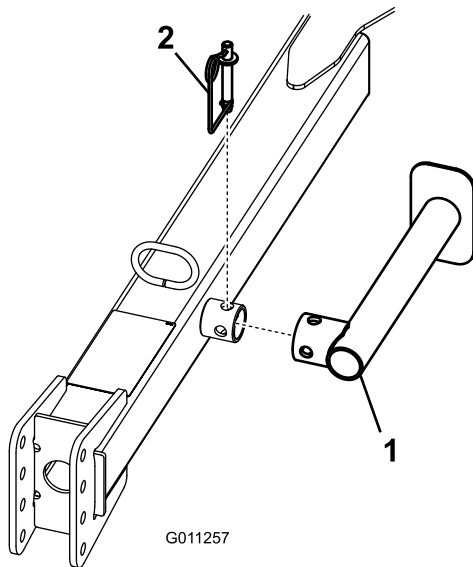

Bild 9
- Entfernen Sie den Federstift, drehen den Wagenheber nach unten und setzen den Federstift ein (Bild 9).